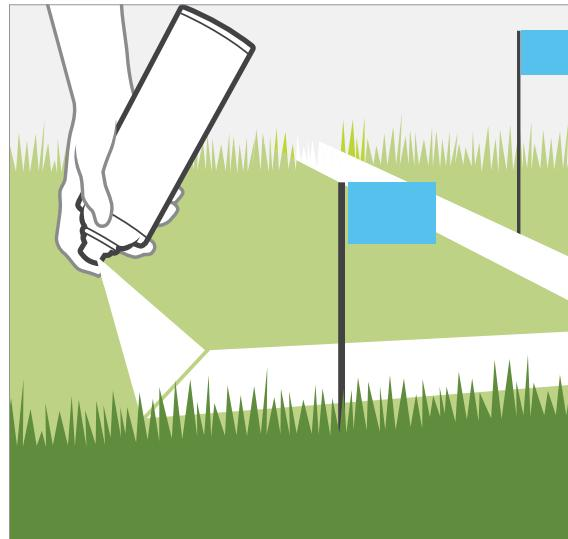

Figure 1
1. À l'aide d'une bombe de peinture et de petits drapeaux, indiquez l'emplacement des canalisations entre le point de raccordement et les collecteurs d'électrovannes. Tracez la disposition du système d'arrosage (Voir Figure 1).